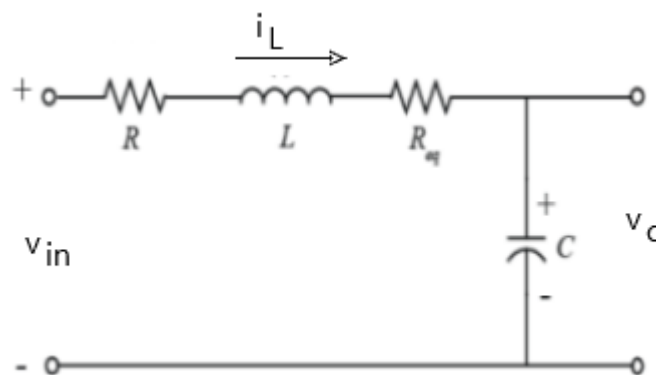

Figura 1 Circuito ideal (Nota 1)
Para el circuito RLC de la figura 1 plantear el modelo en variables de estado, la entrada es el voltaje  $v_{in}$  y las variables de interés son la corriente de la inductancia y el voltaje del condensador. La bobina se representa por la conexión serie del elemento inductancia (ideal) de valor  $L$  (H) y una  $R_{eq}$  de perdidas en serie.